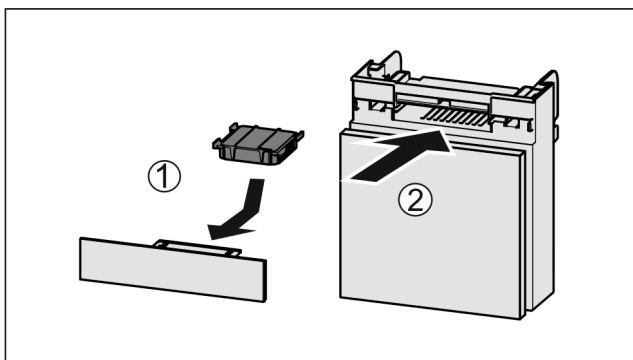

Fig. 27
- ▶ Actiefkoolfilter overeenkomstig afbeelding aanbrengen Fig. 27 (1).
- ▶ Lade erin schuiven Fig. 27 (2).